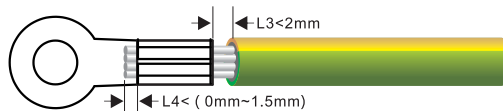

Figura 5.2 Crimpando um cabo (unidade: mm)
Passo 2 Insira os fios do núcleo exposto nas áreas de crimpagem do terminal OT e prenda-os usando um alicate hidráulico, conforme mostrado na Figura 5.2.